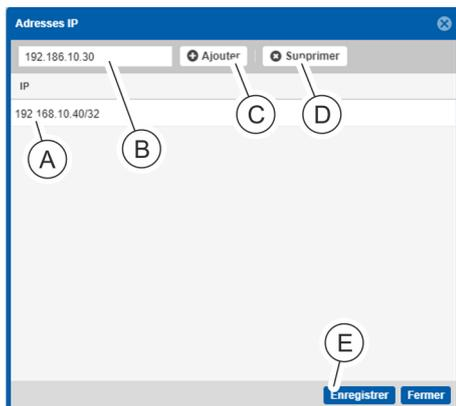

Fig. 140 : Fenêtre « Adresses IP »
- ⇒ La fenêtre « Adresses IP » s'ouvre (Fig. 140).
7. ➤ Saisir une adresse IP ou un nom d'hôte (Fig. 140 /ⓑ) dans le champ de saisie et l'ajouter à la liste (Fig. 140 /Ⓐ) en appuyant sur le bouton « Ajouter » (Fig. 140 /Ⓒ).
8. ➤ Si nécessaire, sélectionner une adresse IP ou un nom d'hôte dans la liste (Fig. 140 /Ⓐ) et les supprimer de la liste au moyen de « Supprimer » (Fig. 140 /Ⓓ).
9. ➤ Une fois la saisie terminée, fermer la fenêtre « Adresses IP » en appuyant sur le bouton « Enregistrer » (Fig. 140 /Ⓔ).